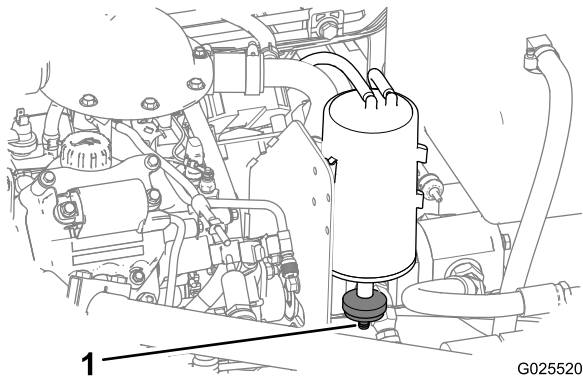

図 58
1. カーボンキャニスタ下部にあるエアフィルタを探し出す 図 58。